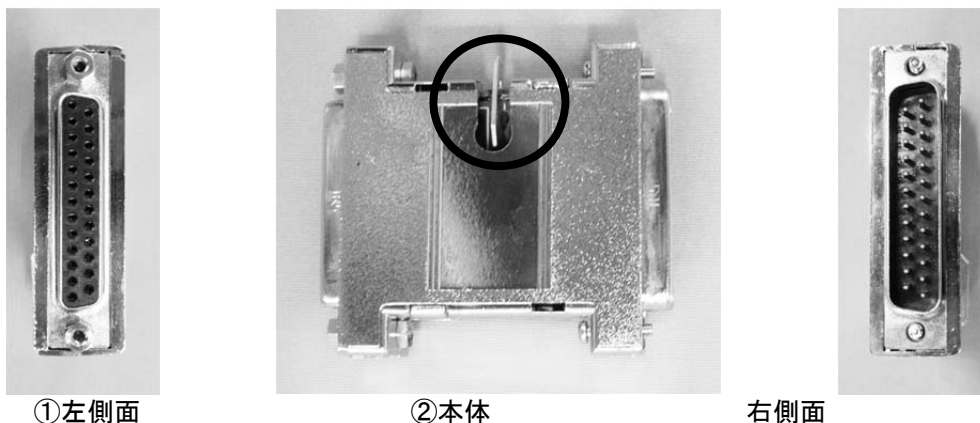

図 4-2 AC210 の外観
参照▶ 図 4-2 AC210 の外観 左側面
本体に FG 端子 (L 字型) がついています。(図 4-2 AC210 外観 ②本体の黒丸部分)
参照▶ 図 4-2 AC210 の外観 本体
参照▶ 図 4-2 AC210 の外観 右側面